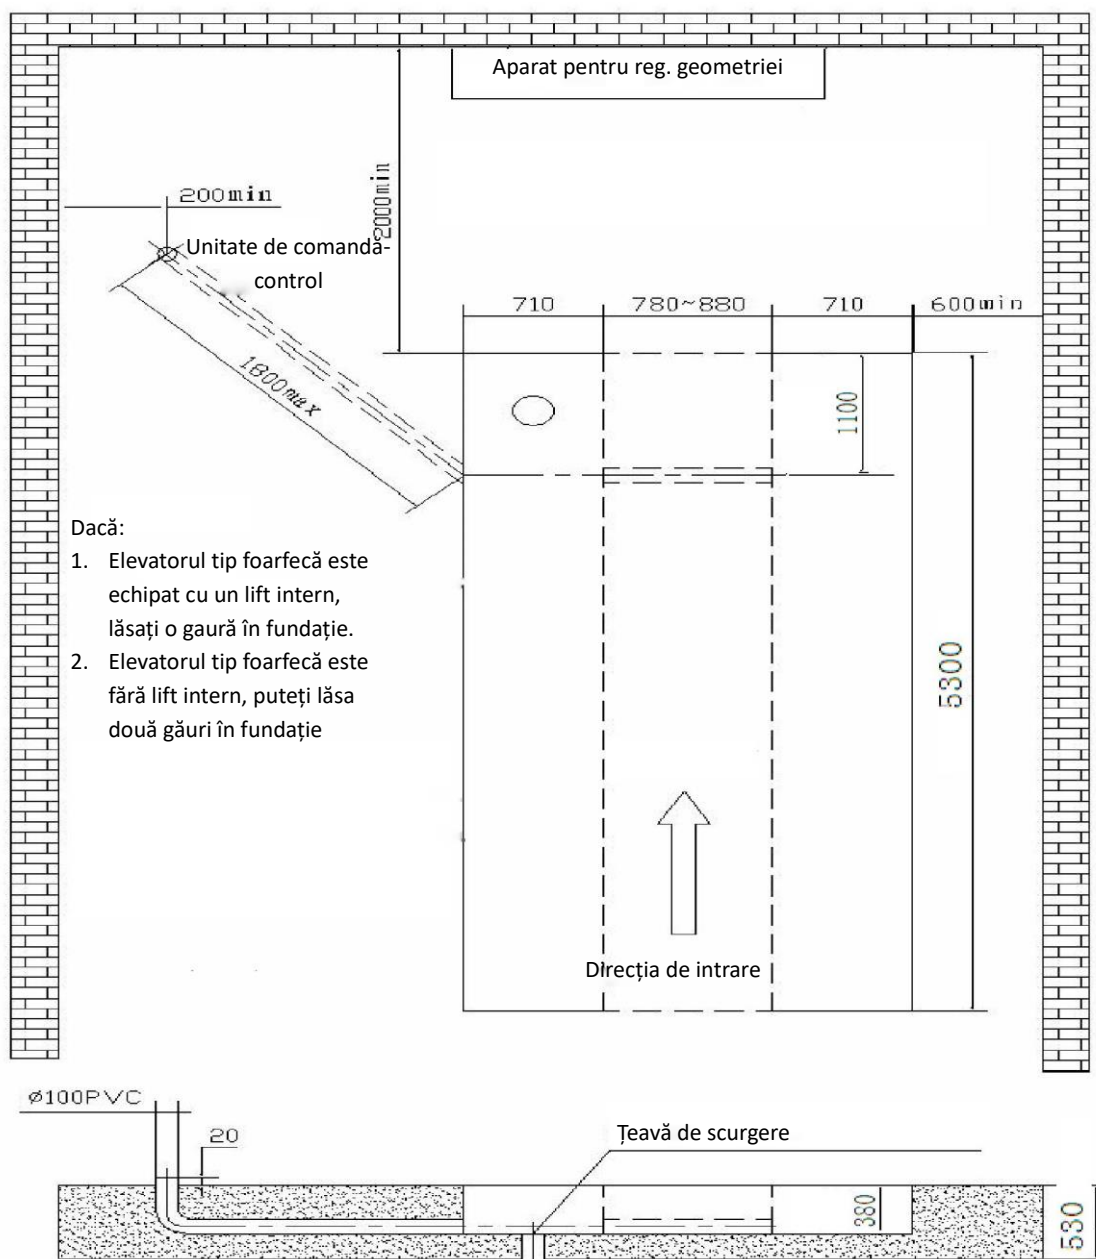

Fig. 18
- Reglați paralelismul și distanța celor două platforme conform cerințelor (**Fig. 18**).